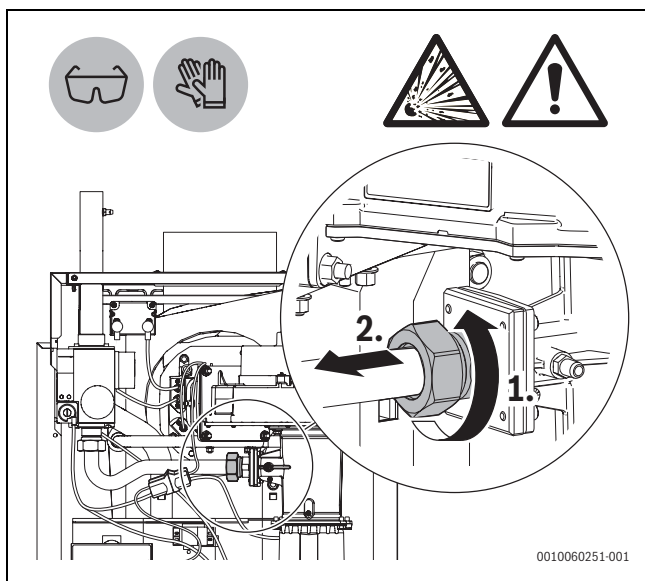

Fig. 5 Løsning af skrueforbindelserne på gas-/luftblanderen
- ▶ Løsn skrueforbindelserne på gas-/luftblanderen ved at dreje dem mod uret (→fig. 5, [1] og [2]).